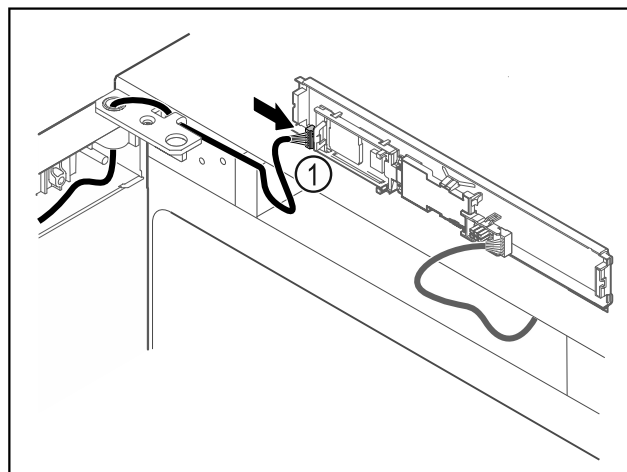

Fig. 60
- ▶ Stekker Fig. 60 (1) in printplaat steken.